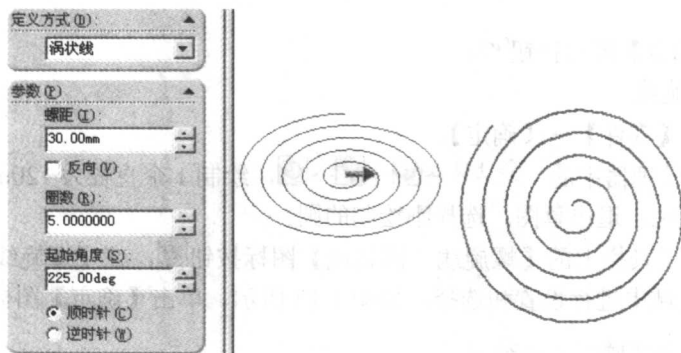

图 1-13 涡状线
- (1) 单击→【零件】→【确定】。
- (2) 单击特征管理器中的上视→→→,绘制 1 个直径为 20mm 的图,退出草图,选择刚绘制的圆。
- (3) 单击曲线工具栏上的【螺旋线/涡状线】图标按钮,在【螺旋线/涡状线 1】属性管理器和绘图区域中进行设置和选择,如图 1-13 所示,单击【确定】图标按钮.